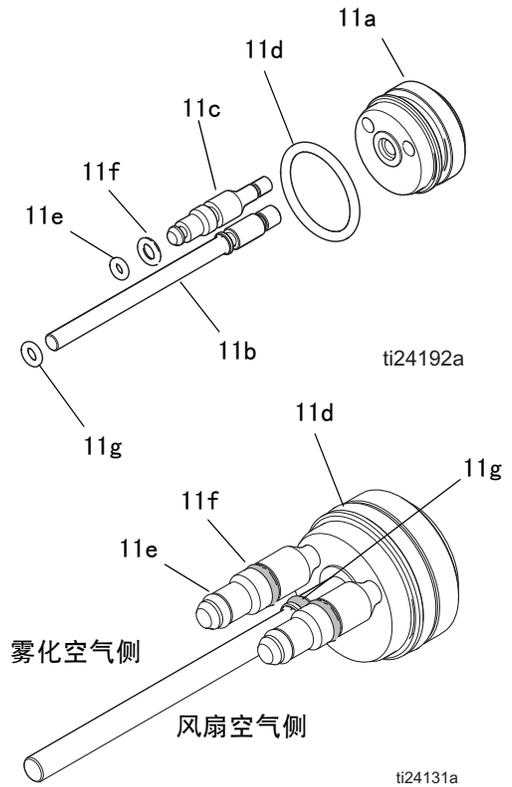

图 33. 活塞 O 形圈
6. 检查 O 形圈（11d、11e、11f、11g）是否损坏。请参见表 3 和图 33。